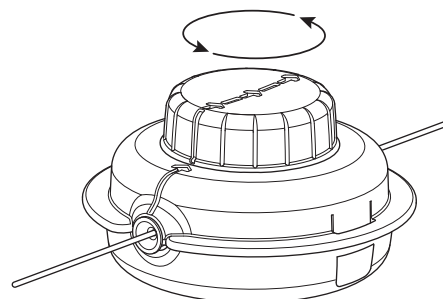

Fig. 18
5. Gire la perilla de impacto en el sentido contrario a las agujas del reloj para enrollar el hilo hasta que sobresalgan aproximadamente 5 pulgadas (12.7 cm) por cada lado del cabezal de corte (Fig. 18). **NO** oprima la perilla de impacto mientras se enrolla el hilo. **NO** se deben alinear las flechas cuando se termine de enrollar el hilo.